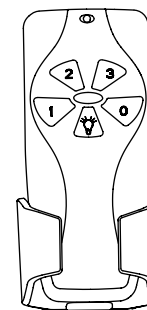

Fig. 27
Étape 3. Les boutons contrôlent la vitesse du ventilateur et la lumière comme suit (Fig. 27)